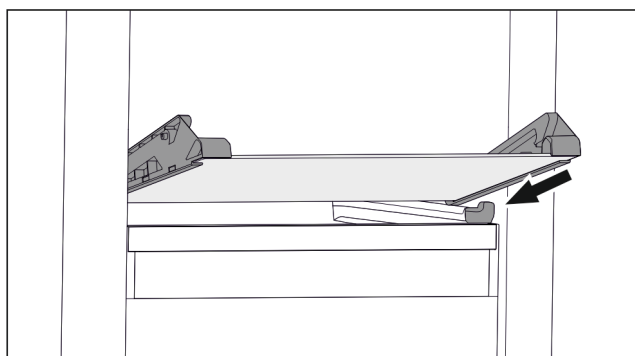

Fig. 64 Ripiano in vetro del cassetto ribaltabile
- ▶ Applicare il ripiano in vetro obliquamente dietro i fermi. (vedere Fig. 64)